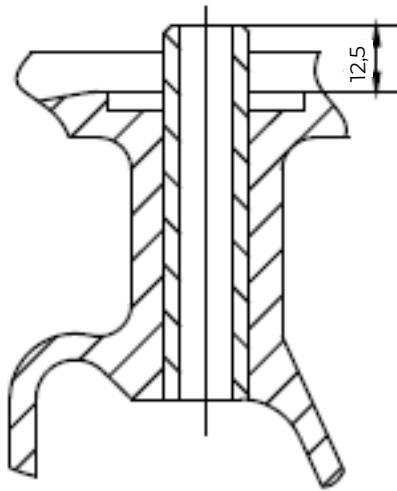

Abb. 2: Montagemaß der Ventileinführung
- Die **Ventilführung ist in den Zylinderkopf eingepresst** und ragt dabei **10 mm hervor** (siehe Abb.2).
- Die **Ventileinsenkung** von Einlass- und Auslassventil liegt bei 0,7–0,9 mm (siehe Abb.2 und 3).